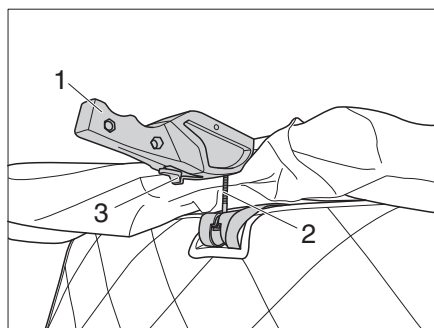

Bild 5 Verriegelungen entspannen
- Sicherungshebel (Bild 5,3) nach vorne drücken und gleichzeitig Verriegelung (Bild 5,1) links und rechts nach unten ziehen.
- Bolzen (Bild 5,2) aus der Verriegelungsaufnahme nehmen.